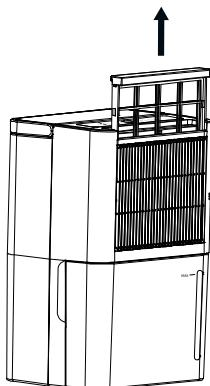

Abb. 6
- ◆ Het luchtfILTER **3** bevindt zich achter het luchtinlaatstrooster **2**. Pak met de vingers het greepvlak van het luchtfILTER **3** vast en trek het luchtfILTER omhoog uit het apparaat (zie afb. 6).